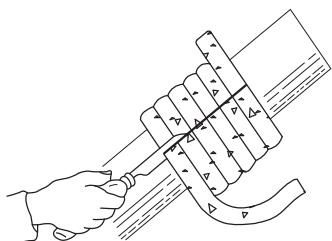
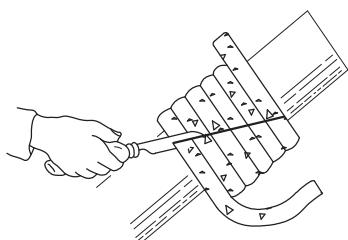

Fig. 32: Пример прямого реза
Fig. 33: Пример косого реза
- Подобным образом при монтаже возникает видимый зазор между втулкой и сальниковым кольцом. Если насос не демонтирован, обжатые графитовые сальниковые кольца перед монтажом разделить двумя косыми резами (см. Fig. 32 или Fig. 33).